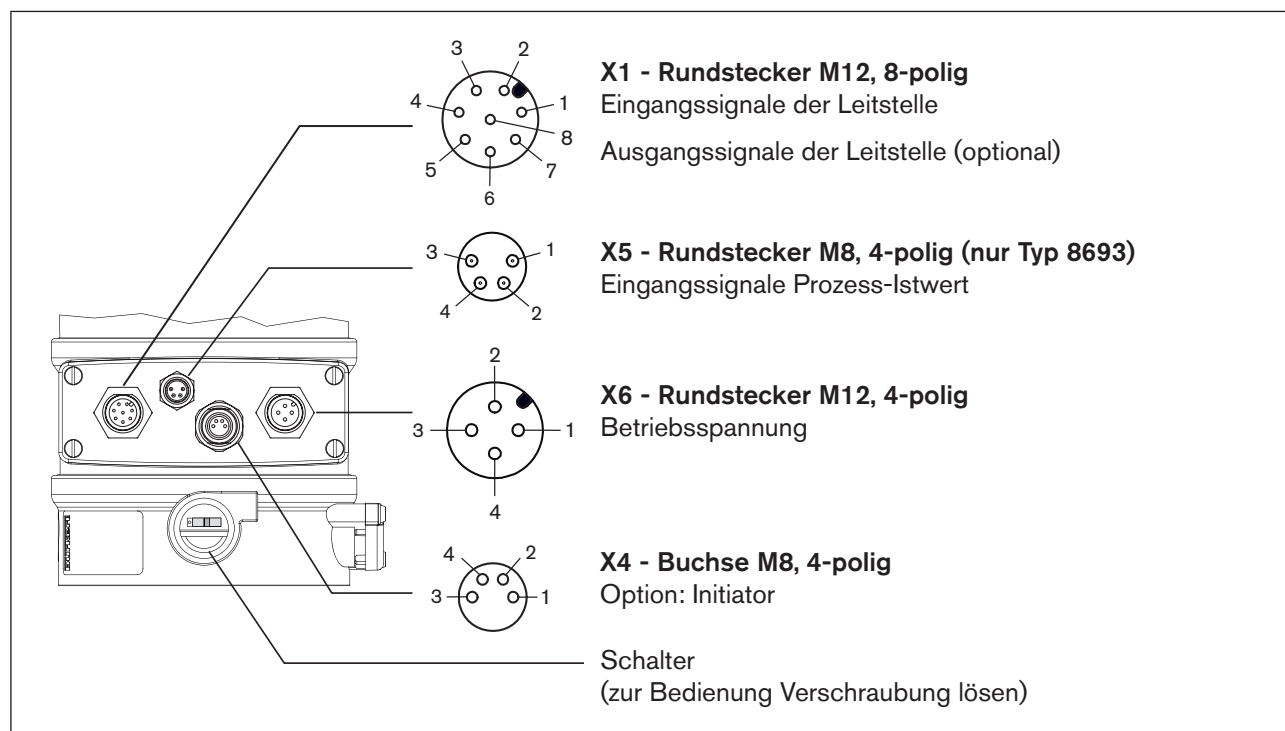

Bild 28: Elektrischer Anschluss mit Rundsteckverbinder 24 V DC
*** Lage des Schalters siehe „Bild 28: Elektrischer Anschluss mit Rundsteckverbinder 24 V DC“.